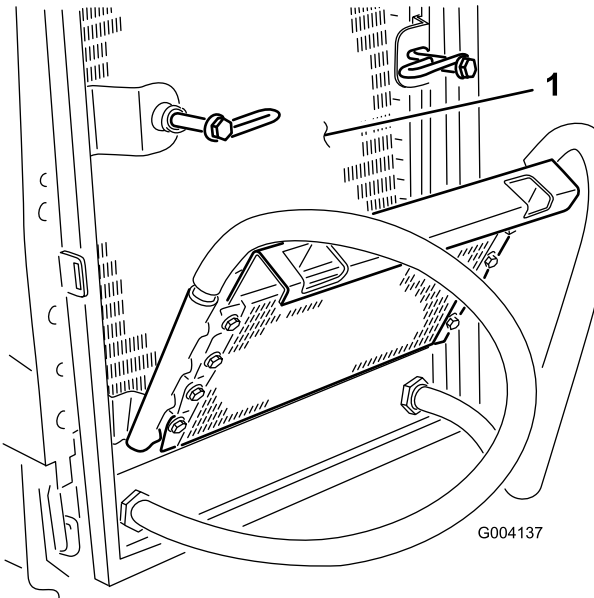

Figura 66
6. Limpie a fondo ambos lados del enfriador de aceite y del radiador (Figura 66) con aire comprimido.